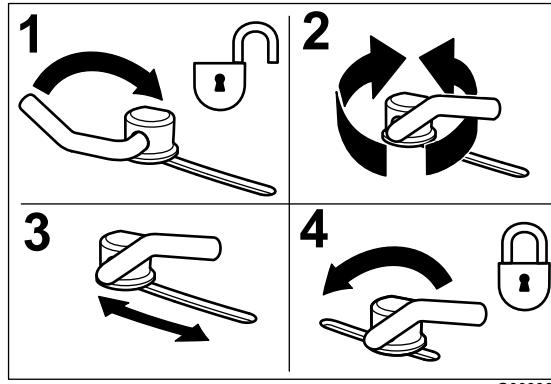

Figura 31
- Para ajustar los bloqueos de leva, levante la palanca para aflojar el bloqueo de leva (Figura 31).
- Devuelva la palanca a su posición original para apretar el deflector y los bloqueos de leva (Figura 31).